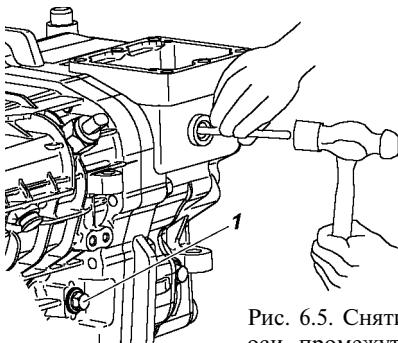

Рис. 6.5. Снятие штифта и болт оси промежуточной шестерни заднего хода:
4. Снимите штифт головки штока, используя бородок с тонким цилиндрическим концом (рис. 6.5). Отверните болт 1 оси промежуточной шестерни заднего хода на картере коробки передач.